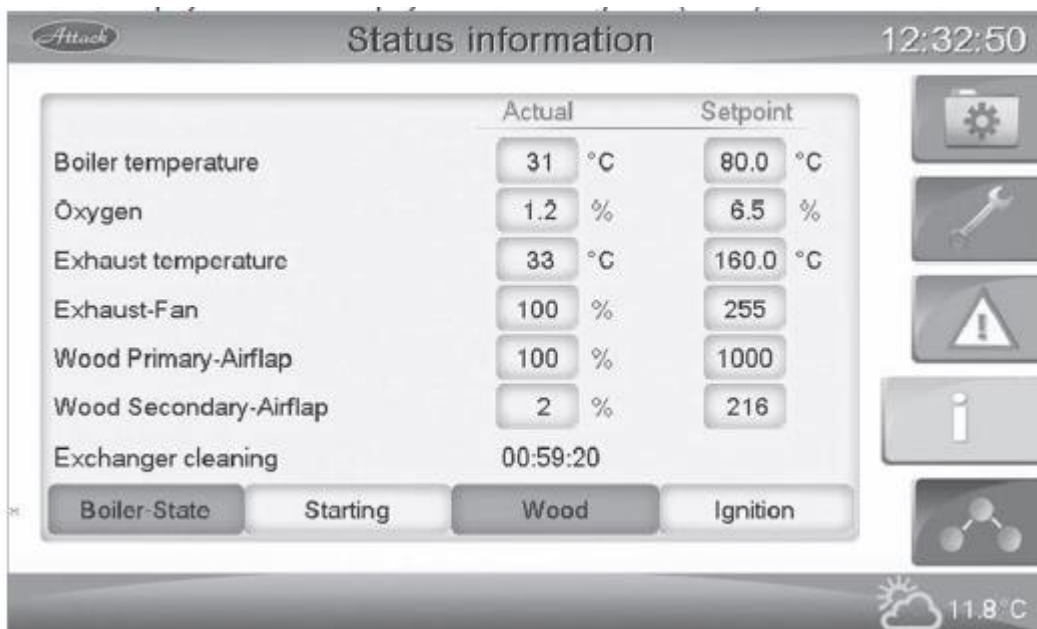

Fig. 27 Faza de aprindere
2. Pe display se vor afisa informatii despre combustie (Fig. 27)